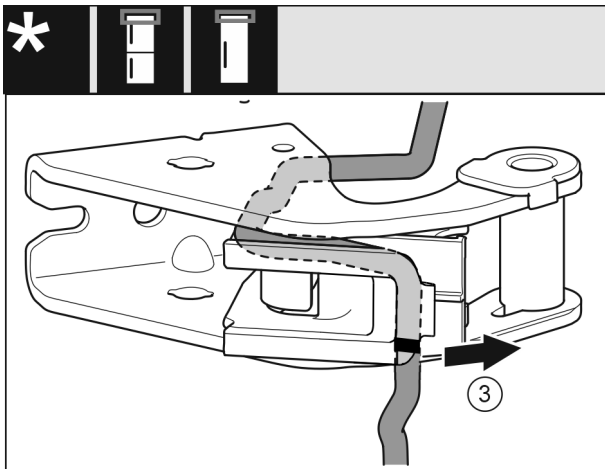

Fig. 25
- Kabel mit der Kabelhalterung vom Lagerbock demontieren. Fig. 25 (3)